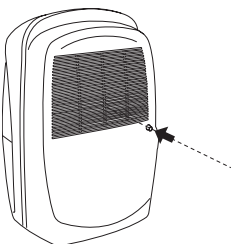

fig. 3
- 1) percer l'intérieur de l'embout d'évacuation à l'aide d'une perceuse équipée d'une mèche fine (Fig.3)